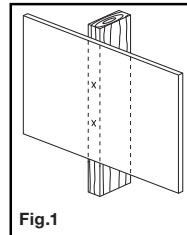

Fig.1
3. Mientras otra persona sostiene la placa de la pared en su posición, Marque dos ubicaciones (superior e inferior) para asegurar el montaje a la pared. (Ver Fig.1).